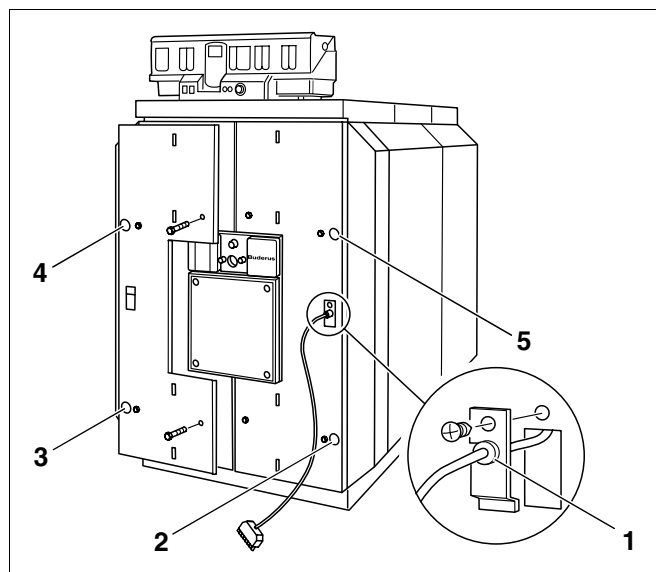

Fig. 57 Montering af brænderdørens beklædning
- Sæt brænderkablet med trækaflastning ind i kabelgennemføringen, så det sidder fast (fig. 57, **pos. 1**).
- Sæt brænderdørens beklædning på brænderdøren forfra, og skru den fast med fire maskinskruer (fig. 57, **pos. 2 til 5**).